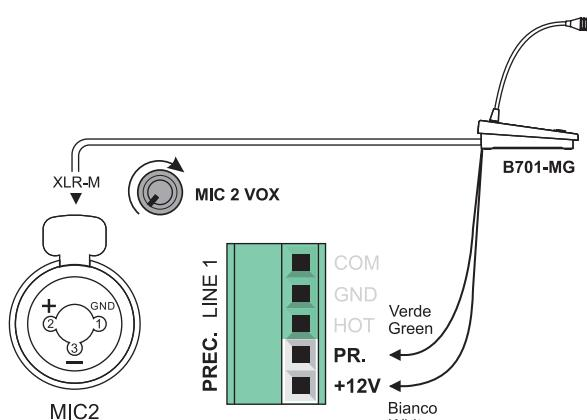

Fig. 4.5.5
Gli ingressi **MIC2, MIC3, MIC4, MIC5** possono essere utilizzati anche con postazioni **B701-MG**, collegando i cavi della precedenza ai terminali **+12V / PR** della morsettiera **PREC. (26)** - vedi Fig. 4.5.5.
The **MIC2, MIC3, MIC4, MIC5** inputs can also be used with **B701-MG** call stations by connecting the priority cables to the **+12V / PR** terminals of the **PREC.** terminal block (26) - see Fig 4.5.5.